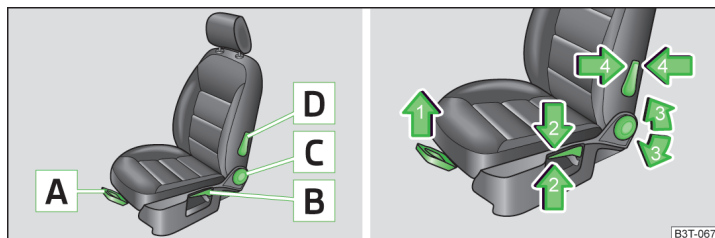

Fig. 66 Éléments de commande / Réglage
- Tirer la manette **A** » fig. 66 dans le sens de la flèche 1 et pousser le siège dans la direction souhaitée.
- Tirer ou pousser de façon répétée sur la manette **B** » fig. 66 dans la direction de l'une des flèches 2.
- Délester le dossier (ne pas s'appuyer dessus) et faire tourner la molette **C** » fig. 66 dans le sens de la flèche 3.
- Pousser la manette **D** » fig. 66 dans la direction l'une des flèches 4.